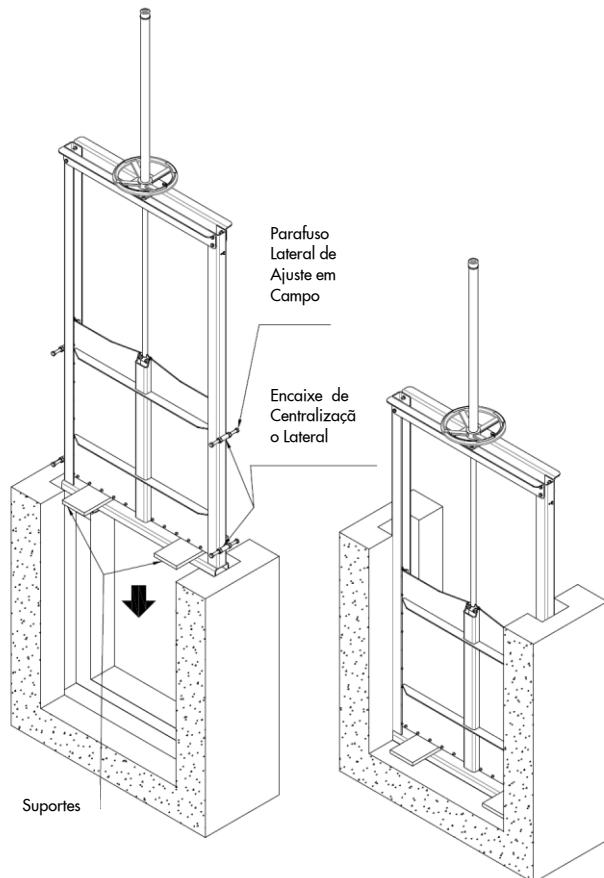

Figura 4
- Utilize dois pedaços de madeira ou metal ("Suportes"). Levante o obturador o suficiente para encaixar os dois suportes e fixe-os fechando a comporta (consulte a Figura 4)
- Continue com a "Etapa 2". Quando a comporta estiver posicionada no espaço, os suportes manterão a parte inferior do quadro nivelado com o canal (consulte a Figura 4)